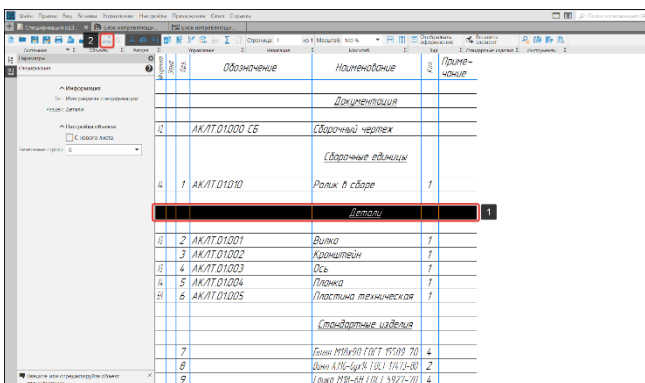
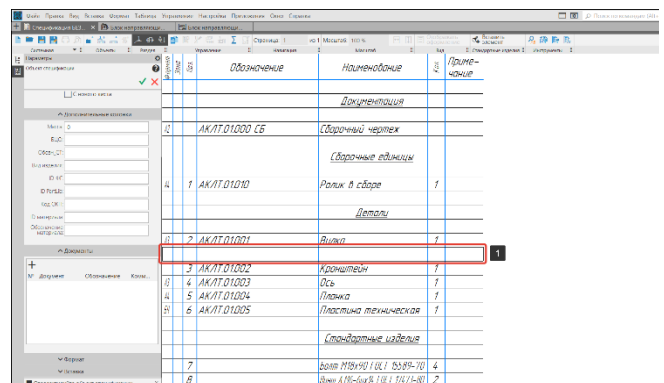

Рисунок 379 – Добавление вспомогательного объекта
Рисунок 380 – Вспомогательный объект спецификации
- В спецификации, содержащей разделы, установим курсор в любом месте раздела, в который требуется добавить вспомогательный объект (1) (Рисунок 379);
Вызовем команду добавления вспомогательного объекта (2) (Рисунок 379). После вызова команды в текущем разделе создается новый объект. Система перейдет в процесс редактирования этого объекта (2) (Рисунок 380).